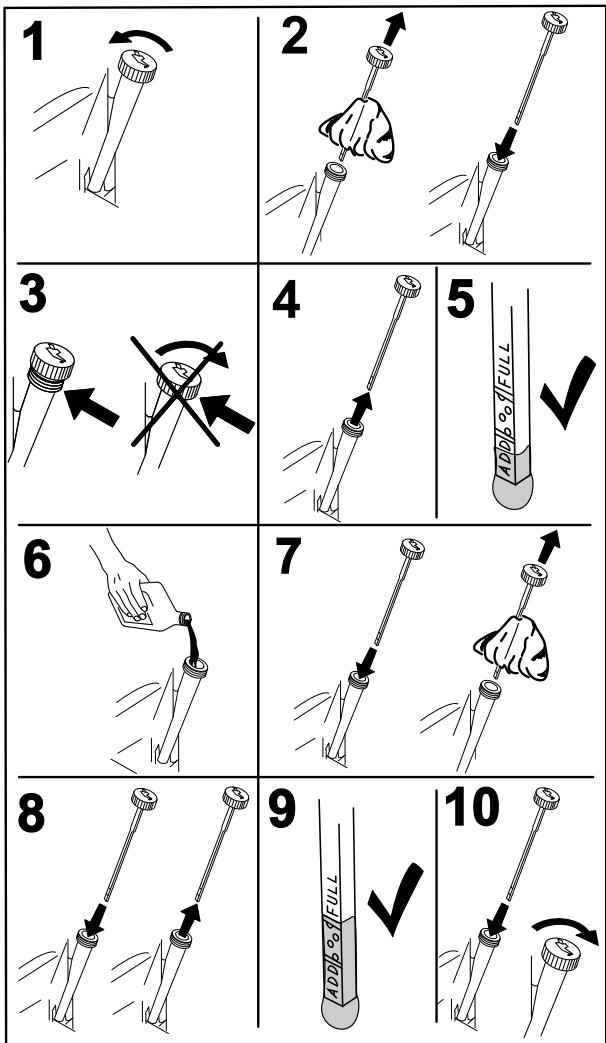

Figure 42
- Avant de quitter la position de conduite, coupez le moteur, enlevez la clé de contact et attendez l'arrêt complet de toutes les pièces mobiles (Figure 42).